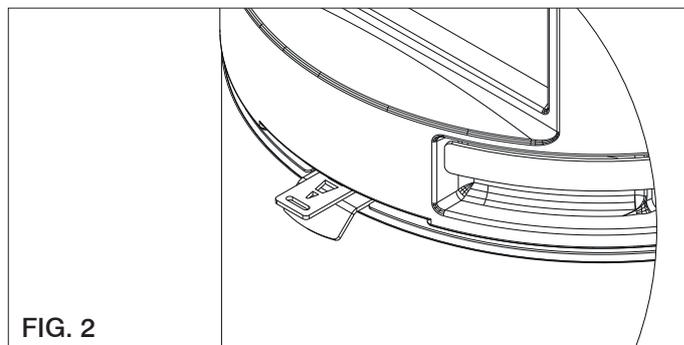

FIG. 2
- Posizione Intermedia (fig. 2)